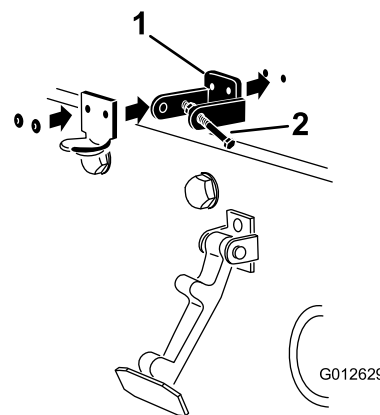

Рисунок 16
Примечание: Стопорный кронштейн должен быть прижат к капоту (Рисунок 16). Не снимайте болт с гайкой в сборе с рычага стопорного кронштейна.
5. Приклепайте кронштейны и шайбы к капоту (Рисунок 16).